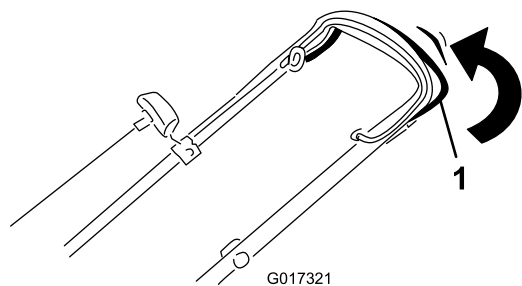

Рисунок 19
- Для включения самоходного привода прижмите штангу управления самоходным приводом к рукоятке и удерживайте ее в этом положении (Рисунок 19).